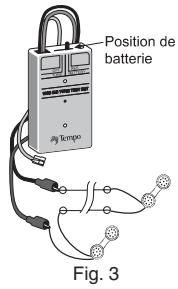

Fig. 3
- Si une source de batterie de « conversation » est requise, placez l'interrupteur à glissière en position « BATTERY ». Connectez ensuite, en série, des appareils de vérification ou des téléphones pour montage de ligne au l'appareil de vérification tel qu'illustré à la Figure 3.